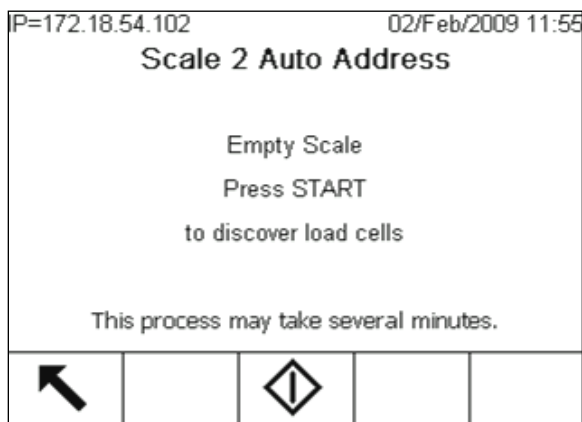

Figure 3-20 : Écran de démarrage de l'adressage automatique, PDX
1. L'écran initial de démarrage de l'adressage automatique affiche une balance vide et le message suivant (Figure 3-20) :